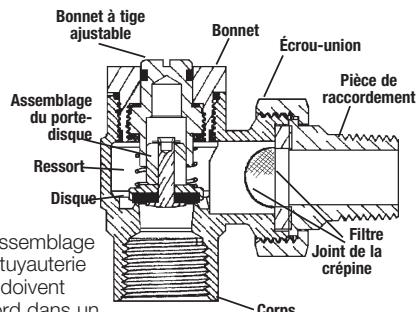

Figure 1
1. Disassemble union nut and tailpiece from Watts LFCS check stop valve. (Figure 1)
- Démontez l'écrou-union et la pièce de raccordement de la soupape à clapet d'arrêt du LFCS de Watts. (Figure 1)